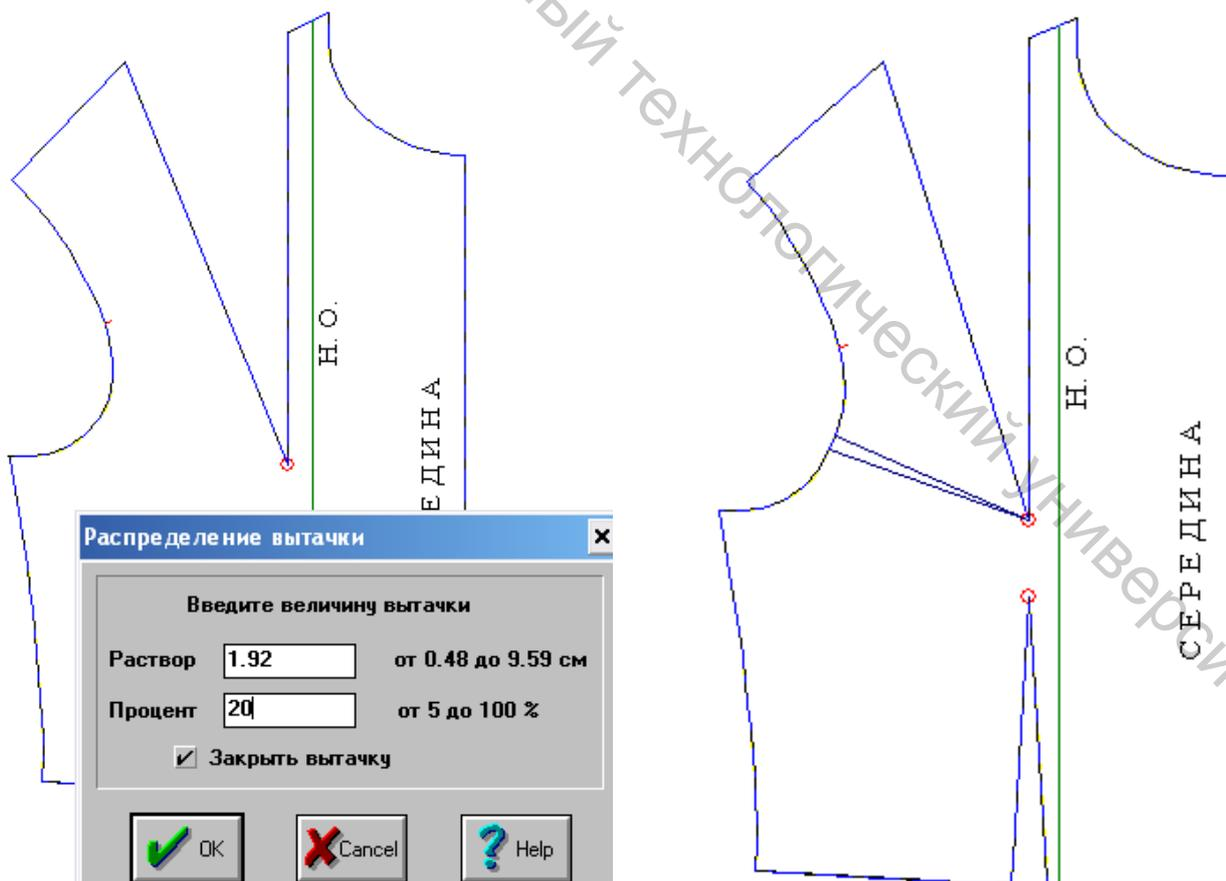

Рисунок 3.20 – Распределение вытачки
– **распределение вытачки.** Раствор вытачки распределяется в несколько участков. При этом указывать величину раствора, который необходимо перевести, можно как в процентах от исходного раствора, так и в абсолютных величинах (рис. 3.20);